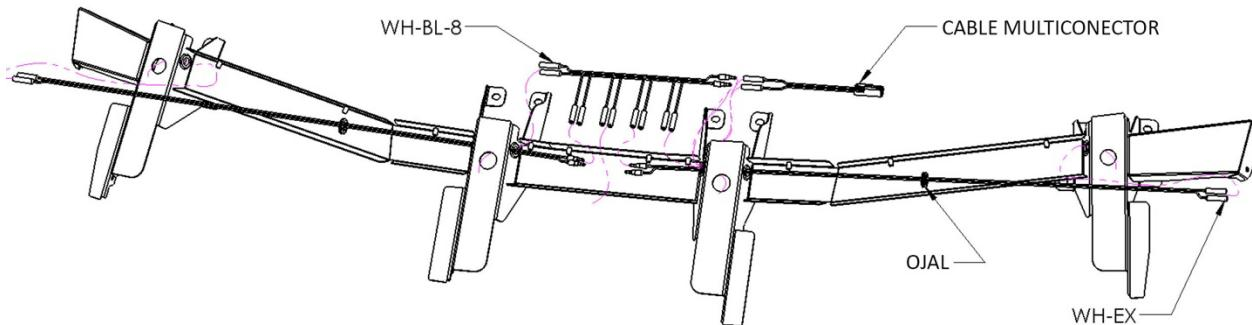

Figura 7
- Conecte los alambres como se muestra (ver figura 7 y 8).